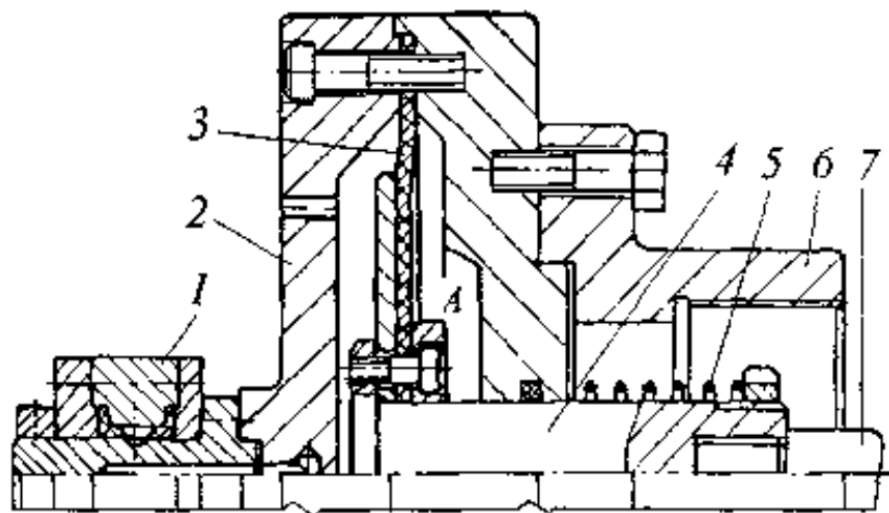

Рис. 15.
9. Опишите назначение и принцип действия приспособления приведенного на рис. 15.